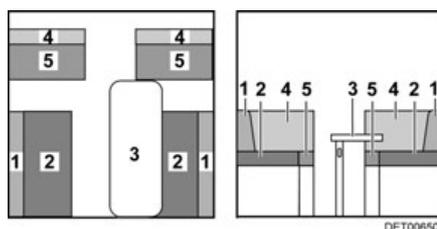

Fig. 145 Antes de la transformación
- Quitar los cojines del respaldo de los asientos individuales (Fig. 145,4) y ponerlos a un lado.